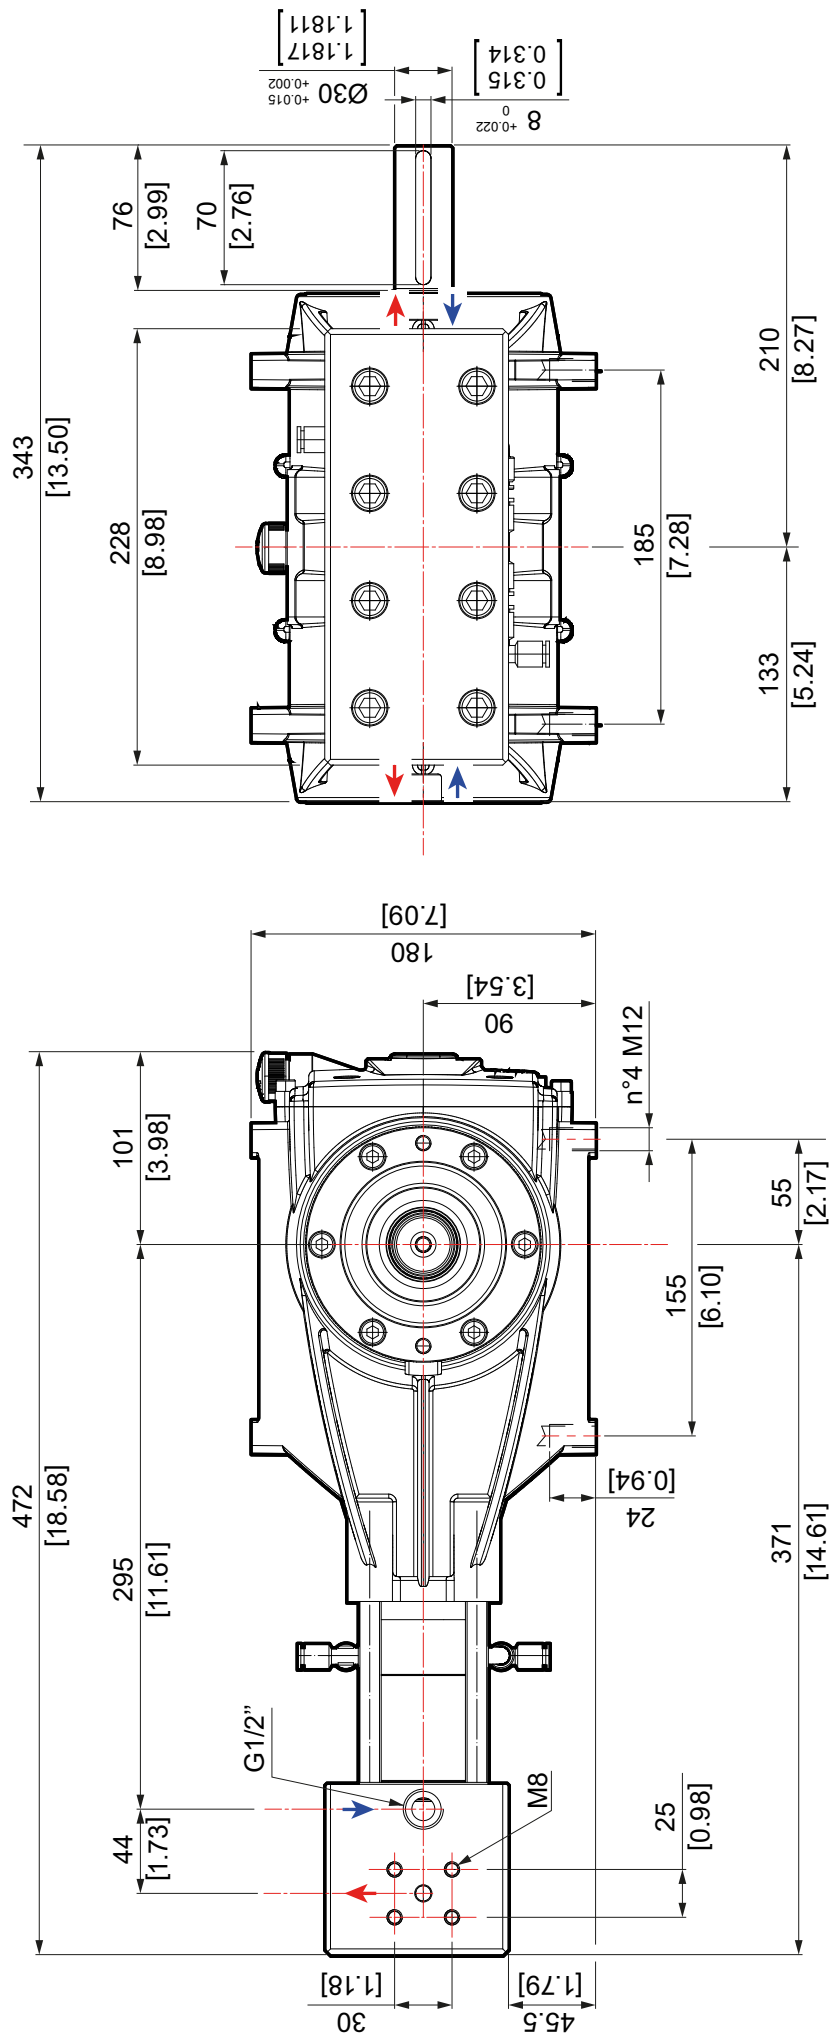

Fig. 4
- La pompa deve essere fissata in modo stabile. Il basamento d'appoggio deve essere piano e sufficientemente rigido onde evitare disallineamenti tra pompa e motore e vibrazioni in fase di lavoro. Per il fissaggio utilizzare le quattro borchie d'appoggio presenti nel carter pompa, per le dimensioni fare riferimento alla Fig. 4.
Per le dimensioni principali, si faccia riferimento alla Fig. 4.